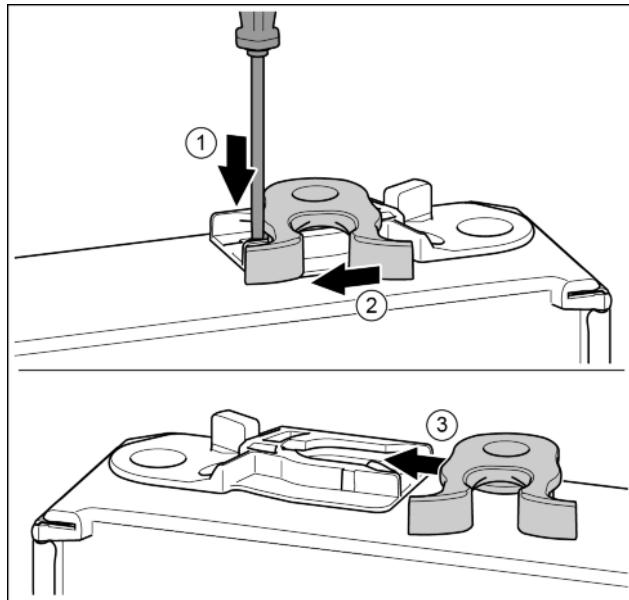

Fig. 18
- Pousser vers le bas la languette avec un tournevis plat. *Fig. 18 (1)*
- Tirer le crochet de fermeture en dehors du guide. *Fig. 18 (2)*
- Pousser le crochet de fermeture dans le guide de l'autre côté. *Fig. 18 (3)*